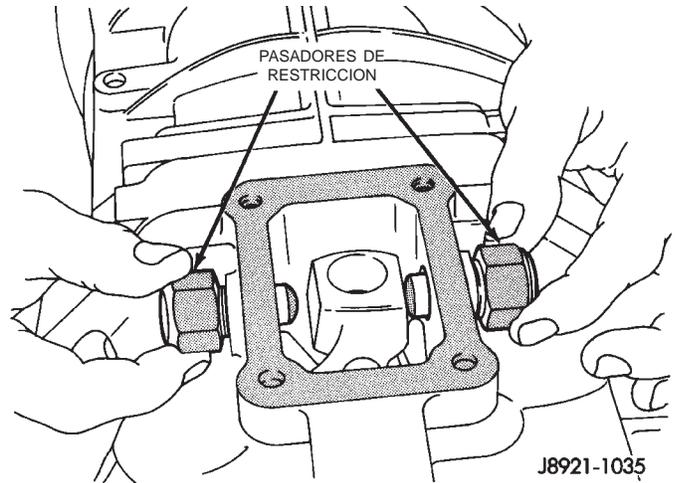

Fig. 24 Pasadores de restricción del brazo de cambios
(11) Retire los pasadores de restricción del brazo de cambios (Fig. 24).